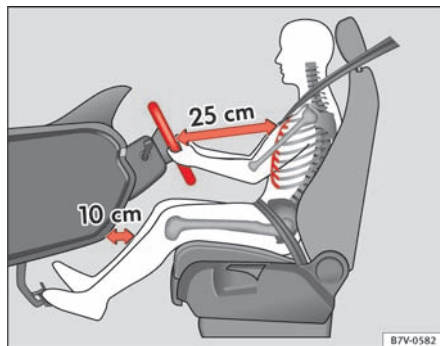
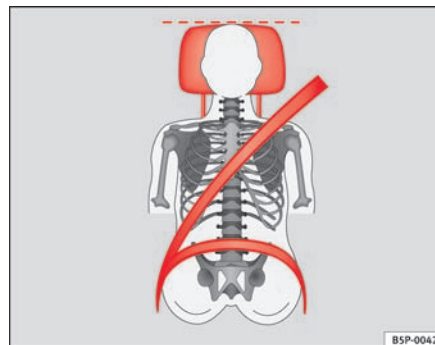

Fig. 1 Der skal være en afstand på mindst 25 cm (10 inches) mellem føreren og rattet.
Fig. 2 Korrekt placering af sikkerhedssele og indstilling af hovedstøtte
- Indstil hovedstøtten, så hovedstøttens øverste kant er på højde med den øverste del af hovedet – men ikke lavere end øjenhøjden. Baghovedet bør altid være så tæt på hovedstøtten som muligt ⇒ Fig. 1 og ⇒ Fig. 2.
- Indstil rattet, så afstanden mellem rattet og din brystkasse er mindst 25 cm (10 inches) ⇒ Fig. 1, og du med begge hænder og let bøjede arme kan tage fat om rattets sider på den yderste kant.
- Indstil sædet i længderetningen, så du kan træde pedalene ned med let bøjede ben, og afstanden til instrumentpanelet i knæområdet er mindst 10 cm (4 inches) ⇒ Fig. 1.